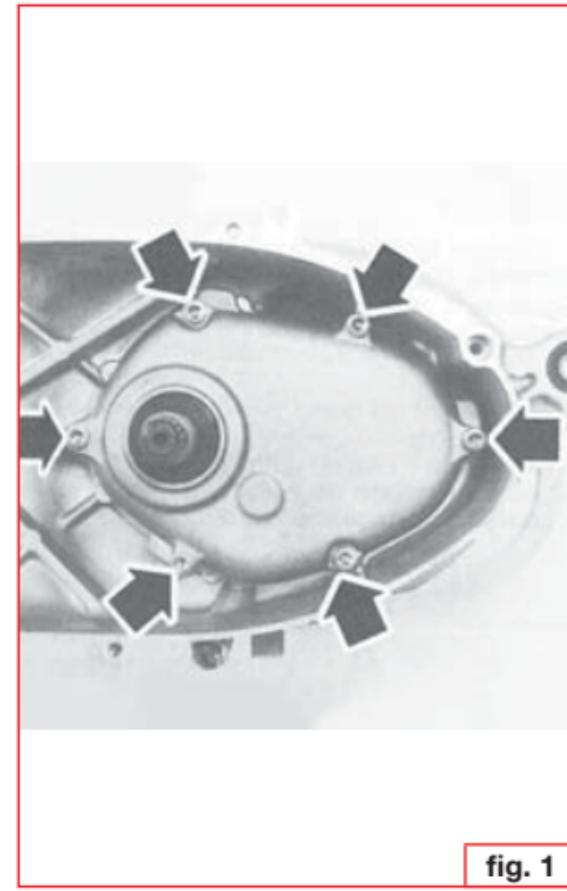
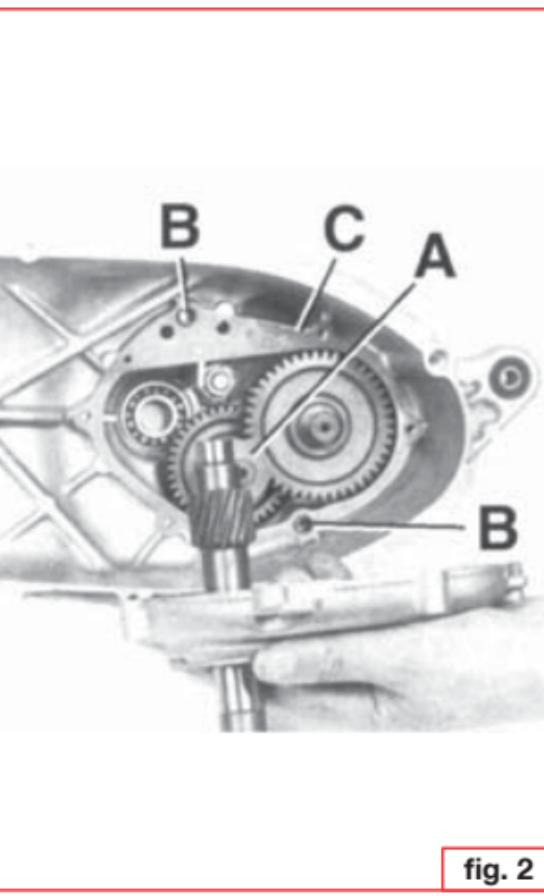

fig. 1
fig. 2
- Pulire accuratamente la parte interna del carter trasmissione principalmente nella zona del coperchio della scatola del riduttore finale (**fig. 1**).
- Rimuovere il coperchio della scatola trasmissioni (**fig. 1**) togliendo le viti indicate dalle frecce. Fare attenzione a non danneggiare la guarnizione di tenuta C (**fig. 2**) e di non smarrire le boccole di centraggio B (**fig. 2**).
- Pulire la zona interna della scatola di riduzione finale e controllare l'esatta posizione di eventuali rasamenti A (**fig. 2**) o distanziali presenti all'interno della scatola stessa.
- Carefully clean the inside of the main transmission casing in the zone of the final gearbox cover (**fig. 1**).
- Remove the transmission box cover (**fig. 1**) removing the screws indicated by the arrows. Take care not to damage gasket C (**fig. 2**) and not to mislay the centering bushes B (**fig. 2**).
- Clean the inside of the final gearbox and check the exact position of any shims A (**fig. 2**) or spacers inside the box.
- Nettoyer soigneusement l'intérieur du carter de transmission, surtout dans la zone du couvercle du boîtier du réducteur final (**fig. 1**).
- Enlever le couvercle de la boîte de transmission (**fig. 1**) en retirant les vis indiquées par les flèches. Faire attention à ne pas endommager le joint d'étanchéité C (**fig. 2**) et à ne pas perdre les bagues de centrage B (**fig. 2**).
- Nettoyer l'intérieur du boîtier du réducteur final et contrôler la position exacte des cales A (**fig. 2**) ou entretoises se trouvant éventuellement dans le boîtier même.
- Das Innere des Antriebsgehäuses sorgfältig reinigen, insbesondere im Bereich des Deckels der Enduntersetzung (**fig. 1**).
- Den Deckel des Antriebsgehäuses entfernen (**fig. 1**). Dazu die durch Pfeile gekennzeichneten Schrauben abschrauben. Während dieses Vorgangs ist darauf zu achten, die Abdichtung C (**fig. 2**) nicht zu beschädigen und die Zentrierbuchsen B (**fig. 2**) nicht zu verlieren.
- Das Innere des Unterstellungsgetriebegehäuses reinigen und etwaige Zwischenscheiben A (**fig. 2**) oder Distanzstücke im Innern des Gehäuses auf ihre exakte Positionierung überprüfen.
- Limpiar cuidadosamente la parte interna del cárter de transmisión principalmente en la zona de la tapa de la caja del reductor final (**fig. 1**).
- Retirar la tapa de la caja de transmisiones (**fig. 1**) quitando los tornillos indicados por las flechas. Poner atención para no dañar las juntas de retención C (**fig. 2**) y no perder los anillos de centrado B (**fig. 2**).
- Limpiar la zona interna de la caja de reducción final y controlar la exacta posición de eventuales niveladores A (**fig. 2**) o espaciadores presentes adentro de la caja misma.
- Montare il coperchio della scatola di riduzione finale, **fig. 1**, dopo aver controllato la perfetta integrità della guarnizione C **fig. 2** oppure qualora sia presente la pasta per guarnizione, riutilizzare la pasta per guarnizioni per creare la nuova guarnizione. Qualora la guarnizione non sia perfetta sostituirla con una nuova originale. Serrare le viti indicate in fig. 1 con una coppia di serraggio di 12Nm. Controllare che la ruota ruoti liberamente senza sforzo per verificare il corretto montaggio.
- First of all check if the gasket C **fig. 2** is in perfect condition and then fit the cover of the final gearbox, **fig. 1**. Otherwise, if the gasket paste is supplied, re-use it to create the new gasket. If the gasket is not perfect, check if the wheel turns smoothly without excessive effort.
- Monter le couvercle du boîtier de réduction finale, **fig. 1**, après avoir contrôlé que le joint C, **fig. 2**, est parfaitement intègre; ou, s'il y a de la pâte pour joints, ré-utiliser cette pâte pour créer le nouveau joint. Si le joint n'est pas en parfait état, le remplacer avec un autre joint d'origine. Serrer les vis indiquées en **fig. 1** à un couple de serrage de 12Nm. Pour vérifier que le montage est correct, contrôler que la roue tourne librement et sans efforts.
- Den Deckel des Untersetzungsgetriebegehäuses montieren, **fig. 1**. Anschließend den einwandfreien Zustand der Abdichtung C **fig. 2** überprüfen oder falls die Dichtungspaste vorhanden ist, eine neue Dichtung vorsehen. Falls die Abdichtung in irgend einer Weise Mängel aufweist, diese mit einer neuer Original-Abdichtung ersetzen. Die Schrauben wie in Abb.1 angegeben mit einem Anzugsmoment von 12 Nm anziehen. Danach kontrollieren, dass die Räder mühelos frei laufen, was auf eine ordnungsgemäße Montage schließen lässt.
- Montar la tapa de la caja de reducción final, **fig. 1**, después de haber controlado la perfecta integridad de la junta C **fig. 2**, o si se encuentra la pasta para juntas, utilizarla para crear la junta nueva. Si la junta no estuviese perfecta sustituirla con una nueva original. Ajustar los tornillos indicados en la **fig. 1** con un par de cierre de 12Nm. Controlar que la rueda gire libremente sin esfuerzo para verificar el correcto montaje.